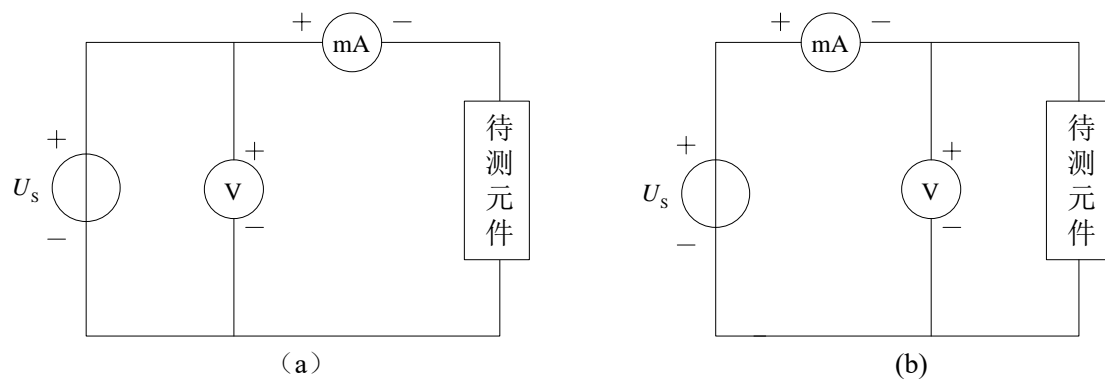

图 7 伏安法测量电阻元件伏安特性的电路模
5.本实验中, 用伏安法测量电阻元件的伏安特性的电路模型采用如下图 7(a) 所示。由于电流表内阻不为 0, 电压表的读数除了包括负载两端的电压, 还包括了电流表两端的电压, 给测量结果带来了误差。为了使被测元件的伏安特性更准确, 设电流表的内阻是已知
若将实验电路改为如图 7（b）所示，电流表的读数除了包括负载电流还包括了电压表支路的电流，给测量结果带来误差。设电压表的内阻是已知的，是否有办法对测得的伏安特性进行校正？